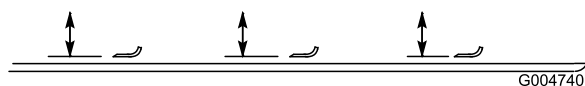

Figura 81
2. Girate la lama fino a disporla in parallelo con la lunghezza della macchina (Figura 81). Misurate la distanza tra l'interno dell'apparato di taglio e il tagliente sulla parte anteriore della lama. Ricordate questa misura.